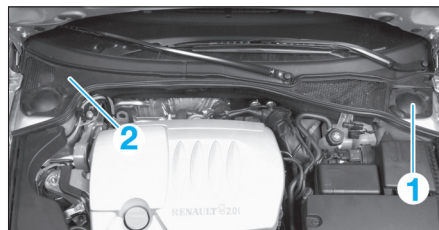

FIG. 3
Côté gauche, déposer la grille (1) (fig. 3).
- **Côté droit**, déposer la grille d'auvent droite (2) (fig. 3).